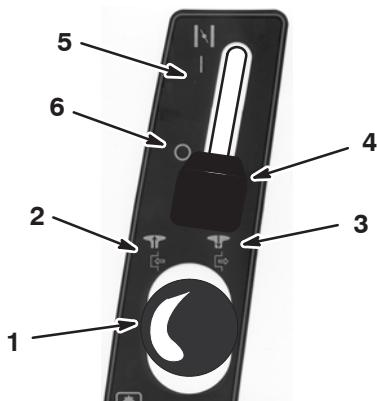
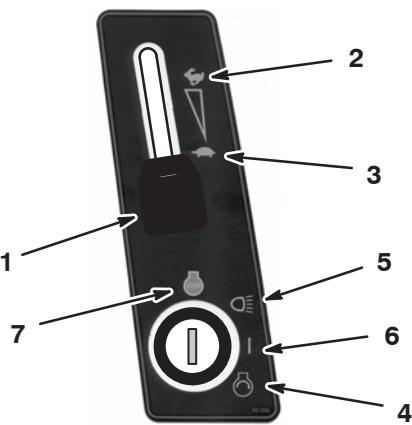

Bild 10
Bild 11
- Kuppeln Sie den Zapfwellenantrieb (ZWA) aus. Siehe Bild 10.
- Stellen Sie den Chokehebel beim Anlassen eines kalten Motors auf die Ein-Stellung (Bild 10).
- Stellen Sie den Gasbedienungshebel auf Langsam (Bild 11).
- Drehen Sie den Zündschlüssel nach rechts und halten ihn auf Start (Bild 11). Lassen Sie den Schlüssel sofort los, wenn der Motor anspringt.
- Stellen Sie nach dem Motorstart den Chokehebel langsam auf die Aus-Stellung (Bild 10) und den Gasbedienungshebel auf Schnell (Bild 11).
- Drehen Sie den Zündschlüssel auf „Aus“ (Bild 11).